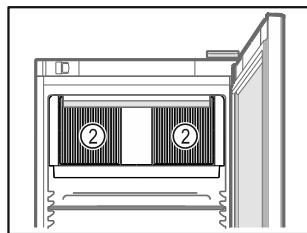

Fig. 79
- Не закрывайте вентиляционную щель Fig. 79 (2) вентилятора циркуляционного воздуха во внутренней камере.